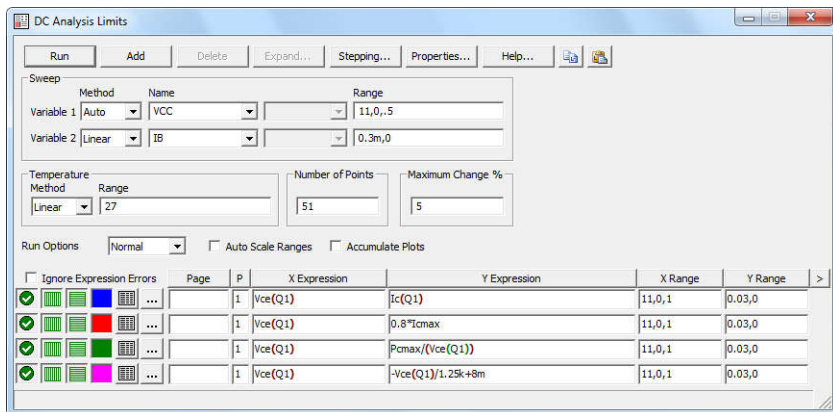
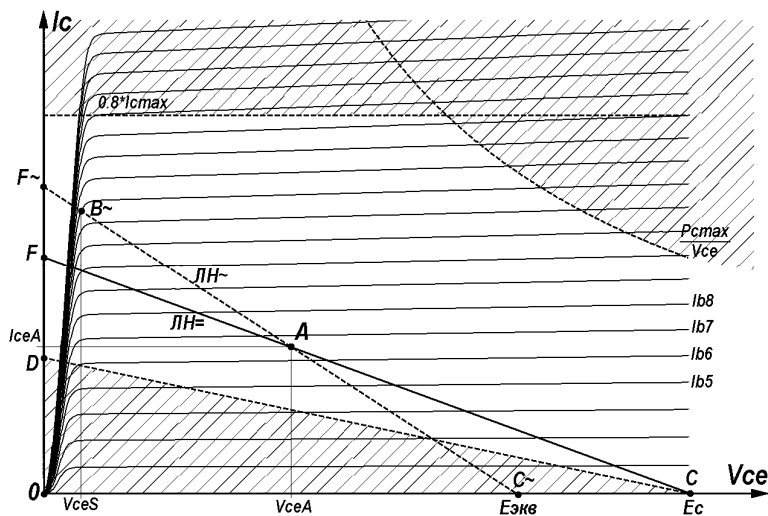

Рис. 8.3. Окно расчета режима по постоянному току
Рис. 8.4. К графоаналитическому синтезу усилительных каскадов на биполярных транзисторах
напряжений  $V_{CE}$  и определяется заданным напряжением питания каскада  $E_C$  – точка  $C$ . Вторая точка находится на оси токов  $I_C$  – точка  $D$ . Т.о., получаем функцию  $-V_{CE}(Q1)/R_{\Sigma\max} + E_C/R_{\Sigma\max}$ . После перечисленных построений (рис. 8.3) графическое окно с семейством характеристик и ограничительными линиями должно иметь вид, близкий к рис. 8.4.
2.7. Используя команды рисования графических объектов , построить линию нагрузки на постоянном токе усилительного каскада таким образом, чтобы она не зашла в запрещенные области (показанные на рис. 8.4 штриховкой). Примерное положение линии нагрузки на постоянном токе ( $I_{ЛН} =$ ) представлено на рис. 8.4 отрезком прямой  $FC$ . Подписать кривые в семействе выходных характеристик транзистора, выполнив команду **Scope**→**Label Branches**. Сохраните схему на диске под именем **BJT\_OUT.CIR**.
2.8. Определите по полученной линии нагрузки (рис. 8.4) суммарное сопротивление  $R_{\Sigma} = R_C + R_E$ , используя ординату точки пересечения линии нагрузки на постоянном токе с осью тока  $I_C$ :
сопротивление нагрузки, линия нагрузки по переменному току ЛН~ будет иметь более крутой наклон, чем линия нагрузки по постоянному току ЛН= (рис. 8.4). Для обеспечения максимального размаха напряжения на нагрузке при заданном напряжении питания необходимо так выбрать точку покоя каскада — точку А (рис. 8.4), чтобы отрезки линии нагрузки на переменном токе [В~,А] и [А, С~] были бы приблизительно равны. Определите напряжение коллектор-эмиттер каскада в точке покоя  $V_{CEA}$  и ток коллектора в точке покоя  $I_{CA}$  по полученной линии нагрузки (рис. 8.4) или используя выражения
2.11. Определите приближенно ток базы покоя усилительного каскада. Согласно рис. 8.4 он может быть определен как  $I_{BA} = (I_{B6} + I_{B7})/2$ .